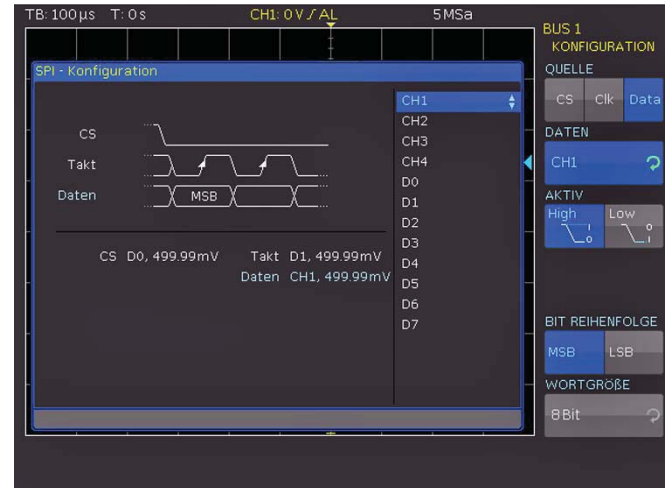

Abb. 12.13: Menü zum Definieren eines SPI Busses
Mit der obersten Softmenütaste **QUELLE** wird der jeweilige Kanal für Chip-Select (CS), Takt (Clk) und Daten ausgewählt. Die jeweilige Softmenütaste **CS**, **CLK** oder **DATEN** wird angewählt (Taste blau hinterlegt) und danach mittels der Softmenütaste **DATEN** und dem Universaldrehgeber im CURSOR/MENU Bedienbereich der entsprechende Quellkanal ausgewählt. Im Falle des 2-Draht SPI wählt man hier anstelle der Chip-Select-Quelle die mögliche TOTZEIT. Innerhalb der Totzeit sind Daten und Taktleitung auf Low. Wird die Totzeit erreicht, beginnt ein neuer Frame. Sind die zeitlichen Abstände der Datenpakete zueinander kürzer als die Totzeit, so gehören diese zum gleichen Frame. Die Totzeit kann entweder mit dem Universaldrehgeber im CURSOR/MENU Bedienbereich oder mittels numerischen Eingabe erfolgen (Taste KEYPAD). Zur Kontrolle ist ein kleines Fenster mit den Informationen zu den aktuellen Einstellungen geöffnet (siehe Abb. 12.13).